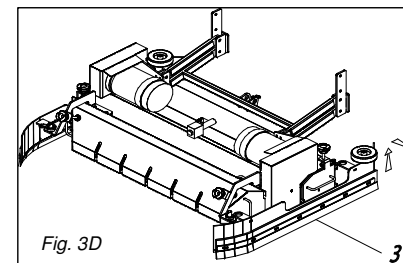

Fig. 3D
3. Sollevare e rimuovere dalla propria sede il tergipavimento (Fig. 3D - 3).